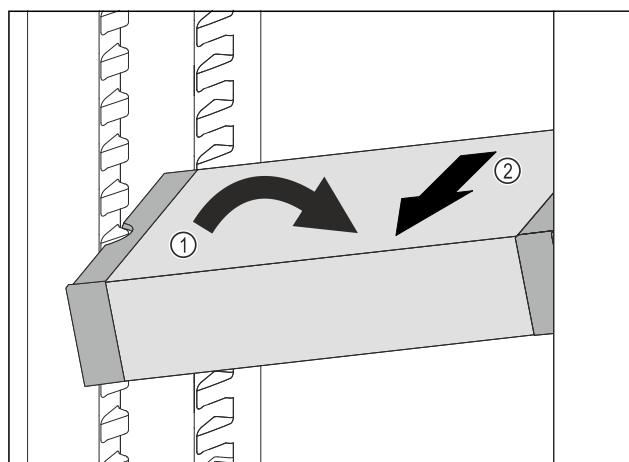

Fig. 105
- Наклонете VarioSafe в хладилната част. Fig. 105 (1)
- Извадете VarioSafe напред. Fig. 105 (2)